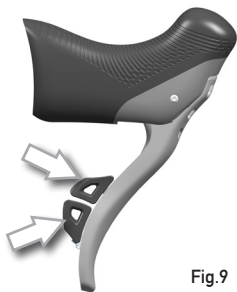

Fig.9
- agir de façon répétée sur le levier inférieur, comme pour monter sur les grands pignons (Fig.9).
- agir de façon répétée sur le levier supérieur, comme pour descendre sur les petits pignons (Fig.9).